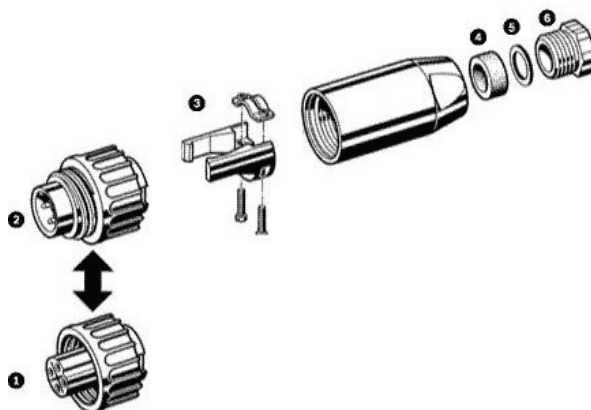

Figura 6.1 Ensamblaje del conector de 4 patillas correspondiente
(Consulte la *Figura 6.1*)
- Conecte el cable de entrada de corriente a los terminales atornillados en el conector correspondiente. Consulte la *Figura 6.1* y la *Tabla 6.1*.